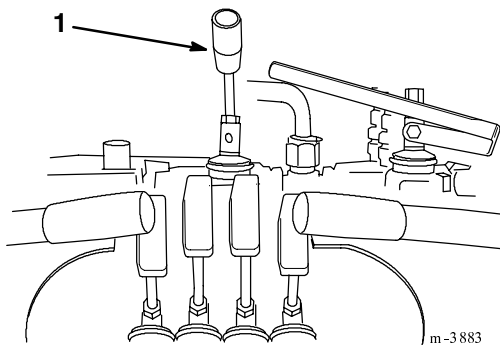

Abbildung 3
1. Den Hebel in das Pumpenwahlventil drehen (Abb. 3).